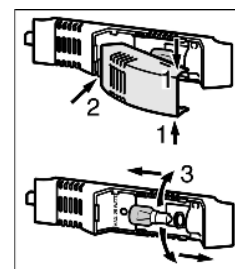

Fig. 3
- ▶ Возьмитесь за крышку лампы сверху и снизу Fig. 3 (1).
- ▶ Выведите крышку лампы сзади из зацепления и снимите Fig. 3 (2).
- ▶ Замените лампу накаливания Fig. 3 (3).